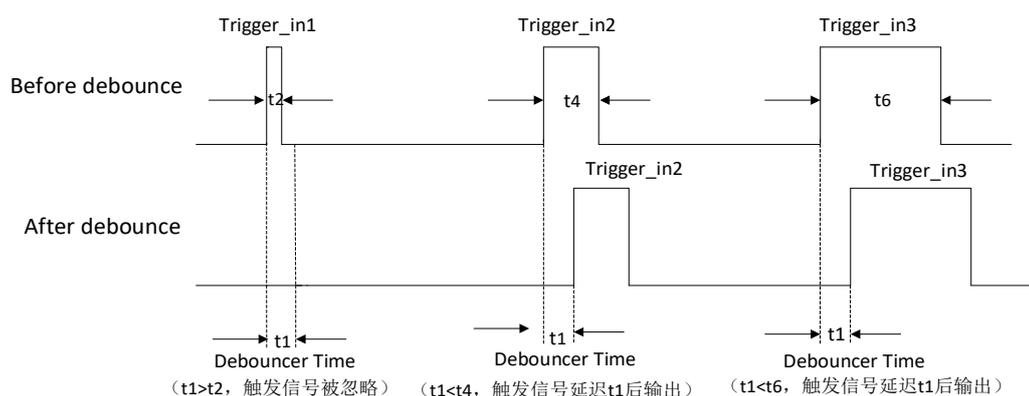

图3-28 触发输入信号去抖时序
- 防抖时间 ( $\mu\text{s}$ ): 对输入的触发信号进行去抖处理, 时序如图 3-28 所示。当设置的去抖时间大于触发信号脉宽时, 则该触发信号被忽略; 当设置的去抖时间小于触发信号脉宽时, 则该触发信号延迟后继续输出。